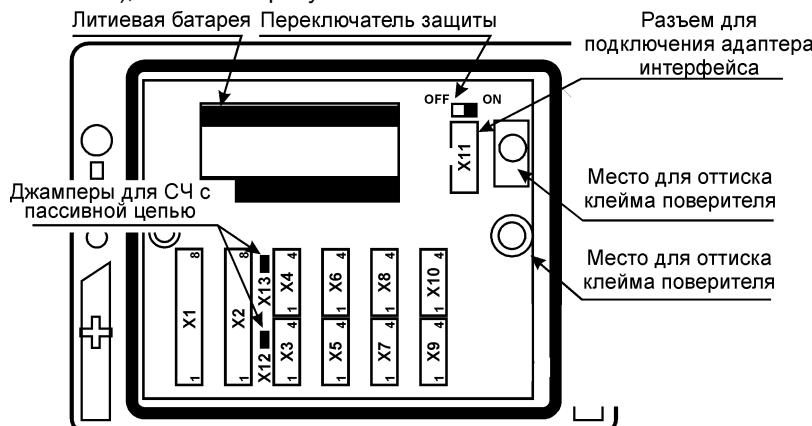

Рисунок 5.3 – Внешний вид модуля
Экранные кабели должны быть электрически соединены между собой (только в одной точке) и с контактами X3:1 и X4:1 (рис. 5.3).
1. Джамперы X12 и/или X13 (рис. 5.3) должны быть установлены;
1. Джамперы X12 и/или X13 (рис. 5.3) должны быть сняты;
Для защиты от несанкционированного вмешательства в работу вычислителя переключатель защиты (рисунок 5.3) переводят в левое положение OFF. При этом попытки изменения настроек параметров (кроме параметров группы **Интерф.** и параметров **RO, N2, CO2** и **Рб** группы **Общие**) игнорируются, а на табло индицируется сообщение **ЗЩ!**.